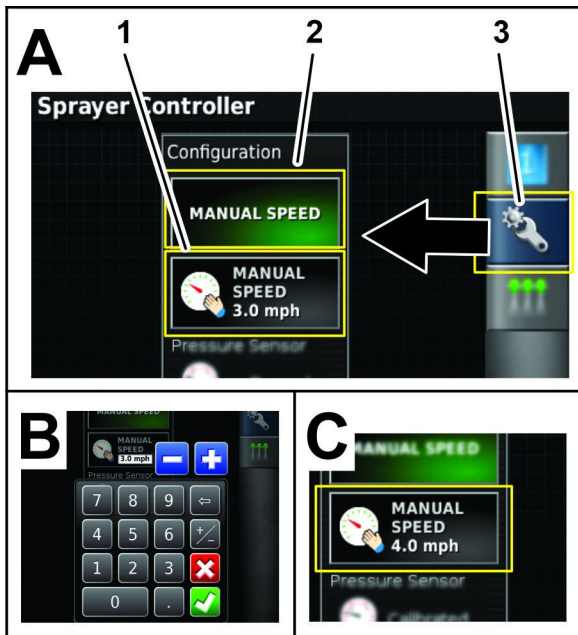

Bild 179
6. Tippen Sie auf das Symbol für MANUELLE GESCHWINDIGKEIT (Bild 179).
7. Tippen Sie auf das Symbol Manuelle Geschwindigkeitseingabe (Bild 179).
8. Geben Sie über die Bildschirmtastatur die simulierte Geschwindigkeit ein und tippen Sie auf das Bestätigen-Symbol (Bild 179).